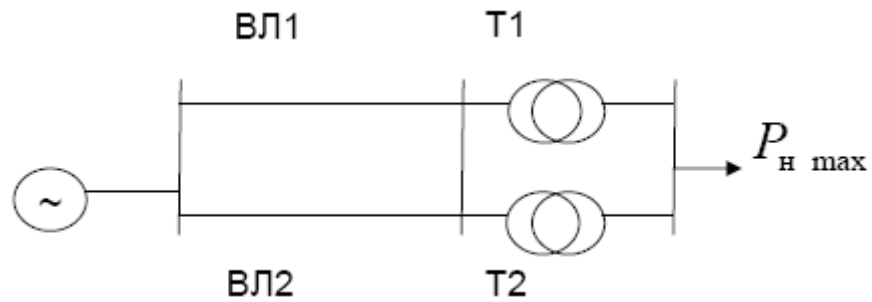

Рис. 4.1. Схема электроснабжения потребителя
**Задание 3.2. Определить** среднегодовой недоотпуск электроэнергии потребителю, схема электроснабжения которого приведена на рис. 4.1. Пропускные способности ВЛ1 и ВЛ2 равны  $P_{н\max}$  (МВт) каждая, коэффициенты готовности  $k_{зот\text{ВЛ}1} = k_{зот\text{ВЛ}2}$ . Коэффициенты готовности  $k_{зот\text{ТР}1} = k_{зот\text{ТР}2}$ . Мощность каждого из трансформаторов  $S_{\text{тр}}$  достаточна для полного обеспечения потребителя электроэнергией. Суточный график нагрузки одинаковый в течение года и характеризуется тем, что с 0 до 8 ч и с 20 до 24 ч нагрузка равна  $X \cdot P_{н\max}$ , а с 8 до 20 ч  $-P_{н\max}$ . Система имеет 100 %-ную надежность.
Пусть  $P_{нmax} = 20$  МВт,  $k_{гомЛ}=0,8$ ,  $k_{гомТР}=0,95$ ,  $X=0,75$ . В соответствии со схемой, приведенной на рис. 4.1, используем формулы для последовательно соединенных элементов и для параллельно соединенных. Определим коэффициент готовности схемы: